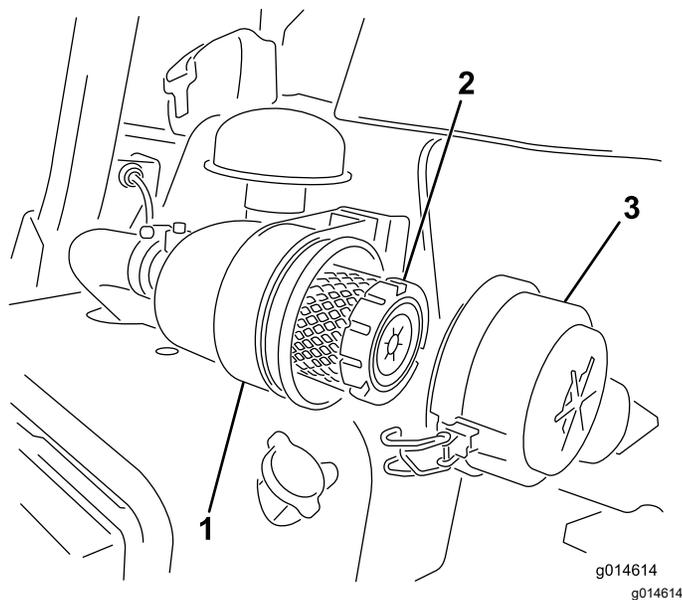

Figure 33
1. Desserrez les attaches qui fixent le couvercle sur le boîtier du filtre à air (Figure 33).
7. Fermez les verrous (Figure 33).